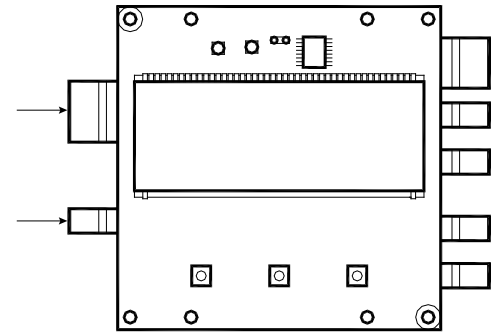

Abbildung 30: Kabel zu Steckern
4. Die Kabel mit den entsprechenden Steckern auf der linken Seite der Platine wie in Abbildung 30 30 gezeigt verbinden.